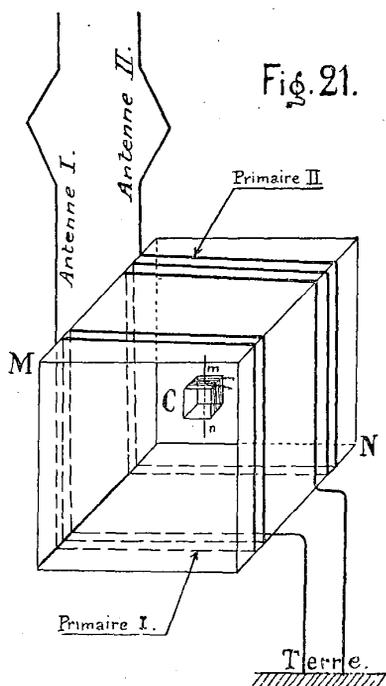

Fig. 21.
M. Pisée a pu, au moyen de deux antennes, polariser les ondes dans une direction suivant une zone elliptique, et avec le même système d'antenne, recevoir d'une direction déterminée en déplaçant le cadre C ou secondaire de l'appareil récepteur autour de son axe mn (fig. 21).